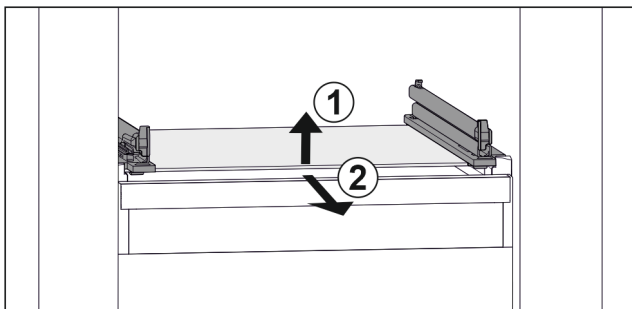

Fig. 44 Приблизне відображення скляної пластини
- ▶ Підняти скляну пластину спереду. Fig. 44 (1)
- ▶ Вийняти скляну пластину рухом вперед. Fig. 44 (2)